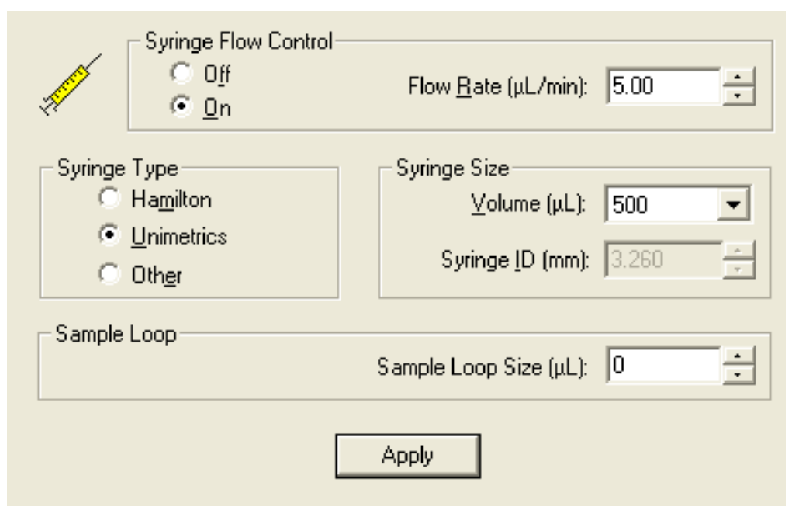

图3-21. 注射泵和定量环视图，图中显示注射泵为开启状态
- a. 在Tune Master中选择**Setup（设置）> Syringe Pump & Sample Loop（注射泵和定量环）**在工作区域右上角显示Syringe Pump and Sample Loop（注射泵和定量环）视图，见图3-21。